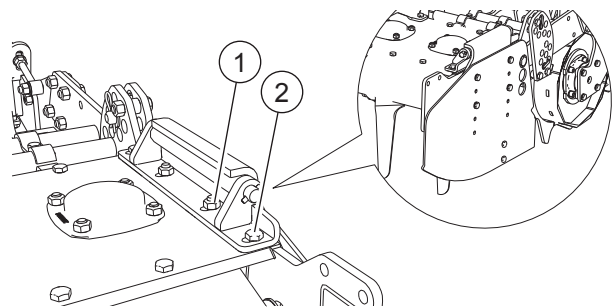

FIG. 41
- Desserrer les boulons (2, "Fig. 41").
- Desserrer les écrous (1).